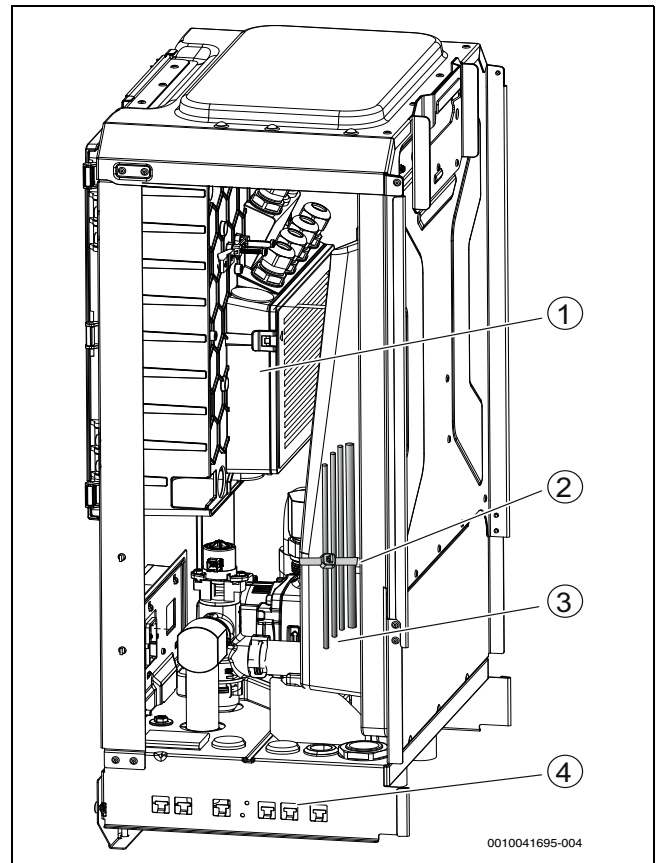

Bild 30 Kabelführung
- Anschlusskabel über die Kabeldurchführungen auf der Unterseite der Inneneinheit führen. Die richtige Reihenfolge der Kabel ist Abbildung 30 zu entnehmen.
- Kabel mit Kabelbindern an den Befestigungspunkten befestigen (→ Abbildung 30 [3], Abbildung 30 [2], [4]). Darauf achten, die Kabel nicht über Kreuz zu verlegen.
- Kabel in der Inneneinheit verlegen und befestigen (→ Abbildung 30).